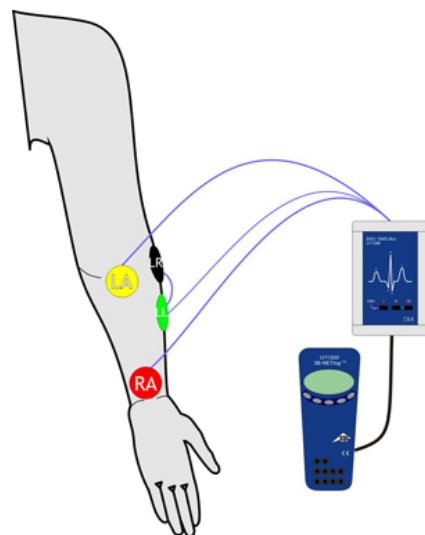

Fig. 3 Registro del electromiograma del antebrazo izquierdo de una persona de prueba
- Preparación del experimento de acuerdo con la Fig. 3.